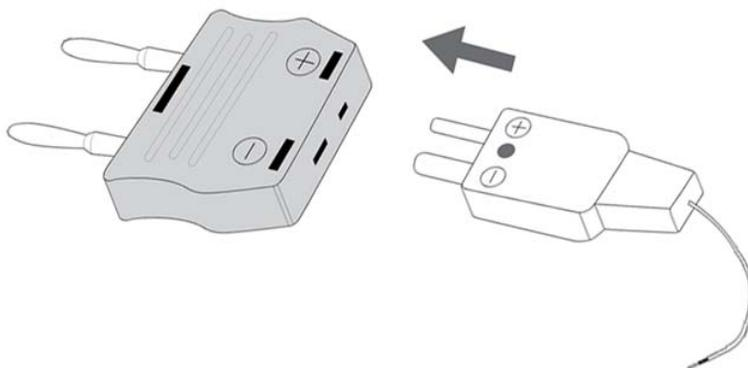
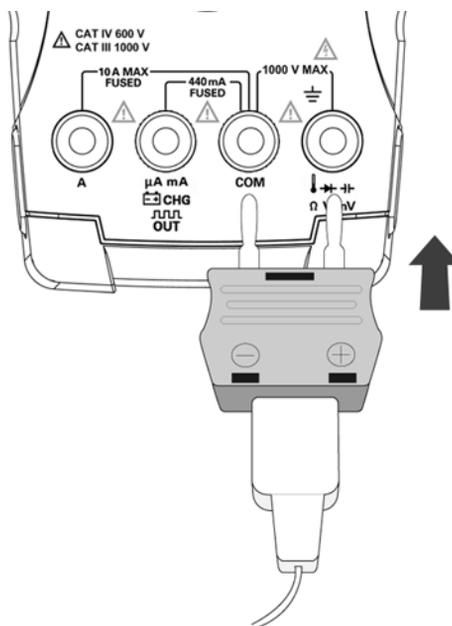

Figura 2-15 Cómo conectar la sonda térmica en el adaptador de transferencia sin compensación
Figura 2-16 Cómo conectar la sonda con adaptador en el multímetro
- 2 Conecte la sonda térmica de miniatura en el adaptador de transferencia sin compensación como se muestra en la Figura 2-15. Conecte la sonda térmica con el adaptador en los terminales de entrada del multímetro como se muestra en la Figura 2-16.